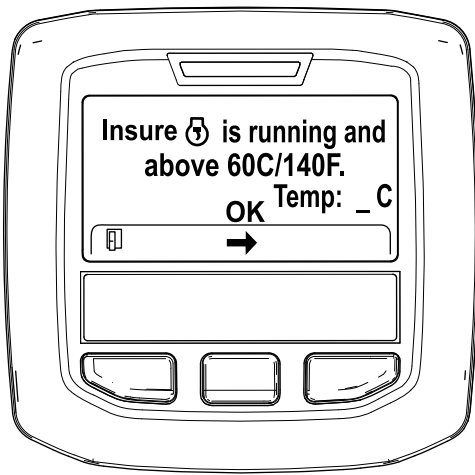

Figura 34
5. Se a temperatura do líquido de refrigeração for inferior a 60 °C, surge a mensagem "Insure is running and above 60C/140F" (Confirme que está a trabalhar e acima de 60C/140F) (Figura 34).